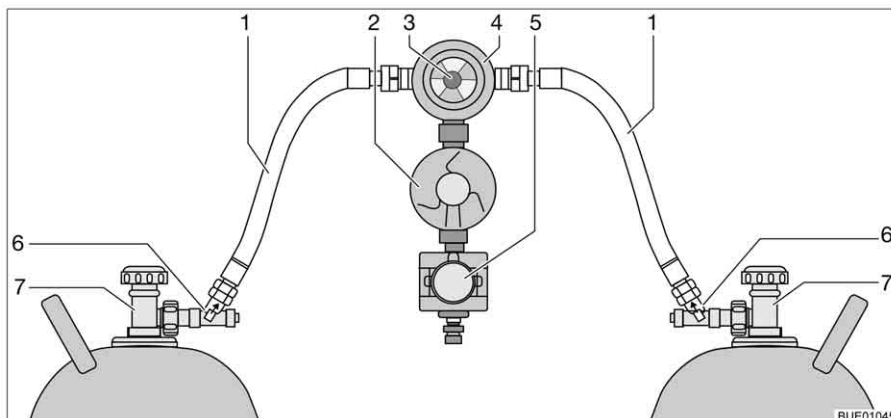

Fig. 82 Impianto di commutazione Crash Protection Unit
La Crash Protection Unit consiste di due limitatori di flusso con sblocco manuale (Fig. 82,6), di una valvola di commutazione (Fig. 82,4) con regolatore di pressione (Fig. 82,2), di una elettrovalvola (Fig. 82,5) e di una centralina di controllo con LED a tre colori. La valvola di commutazione viene montata tra i due tubi del gas (Fig. 82,1).
Con la manopola (Fig. 82,3) sulla valvola di commutazione è possibile stabilire, quale delle bombole del gas viene utilizzata come bombola in uso e quale bombola del gas viene utilizzata come bombola di riserva.
Sulla centralina di controllo (Fig. 83) possono venire azionate solo le funzioni elettriche. Le valvole principali di arresto delle bombole del gas (Fig. 82,7) e gli sblocchi (Fig. 82,6) devono essere aperti a mano.
- Aprire le valvole principali di arresto delle bombole del gas (Fig. 82,7).
- Premere gli sblocchi (Fig. 82,6) uno dopo l'altro per 10 secondi.
- Con la manopola (Fig. 82,3) sulla valvola di commutazione (Fig. 82,4) selezionare la bombola del gas, da cui proviene la principale alimentazione del gas (bombola in uso).
- Chiudere le valvole principali di arresto delle bombole del gas (Fig. 82,7).